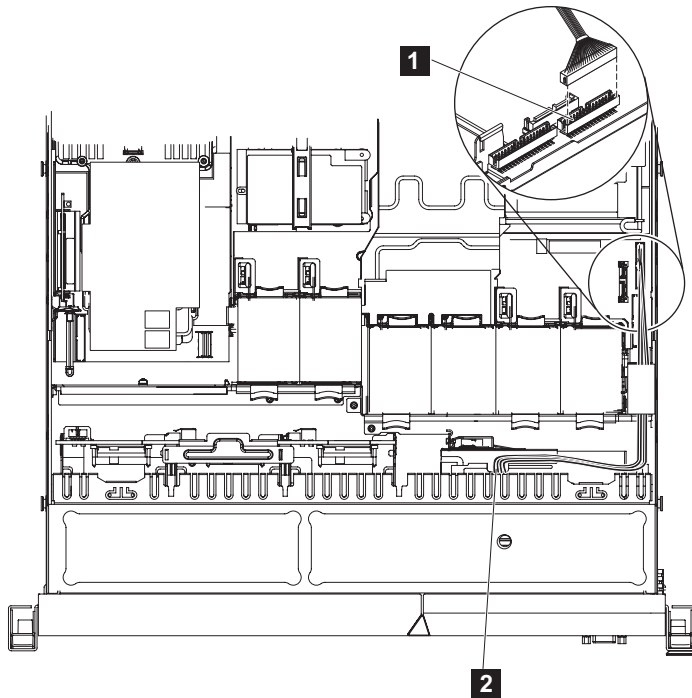

図 235. SAN ボリューム・コントローラー 2145-CG8 または 2145-CF8 オペレーター情報パネル・ケーブルの接続
2. 269 ページの図 235 に示すように、新しいケーブルをオペレーター情報パネルからノードの右側のビデオ/USB ケーブル・コネクタの上のコネクタに通します。
3. 図 235 に示すように、ノードの右側のビデオ/USB ケーブル・コネクタの上のコネクタにケーブルを接続します。